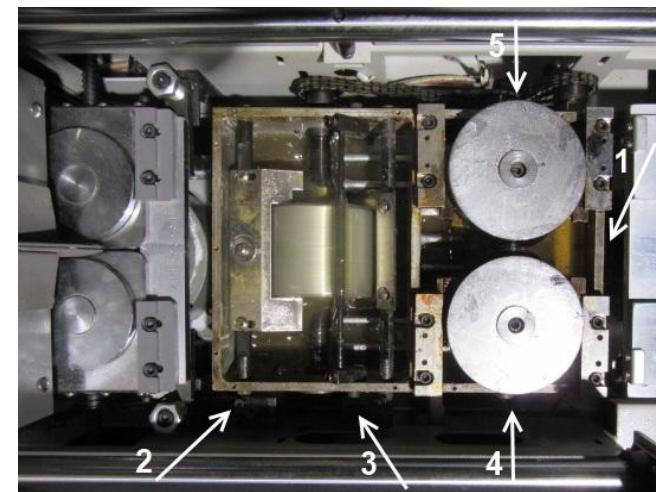

Рис. 1
Крепится в 3-х точках: с одной стороны, ближней к фрезе, на 2-х шарнирах, а с противоположной - подпружиненным винтом (стрелка 1 – Рис. 1) для оперативной регулировки уровня «выше/ниже».
1. Ограничения слоя клея на валике (стрелка 2 – Рис. 1), а следовательно увеличения/уменьшения волны клея в месте соприкосновения валика и прутка,
2. Ограничения (выравнивания) слоя клея на торце книжного блока (стрелка 3 – Рис. 1).
В этой секции важна регулировка валиков строго по центру книжного блока. Регулировочные винты (**стрелки 4 и 5** – Рис. 1) расположены по центральной оси роликов перпендикулярно движению каретки, сбоку ванны.